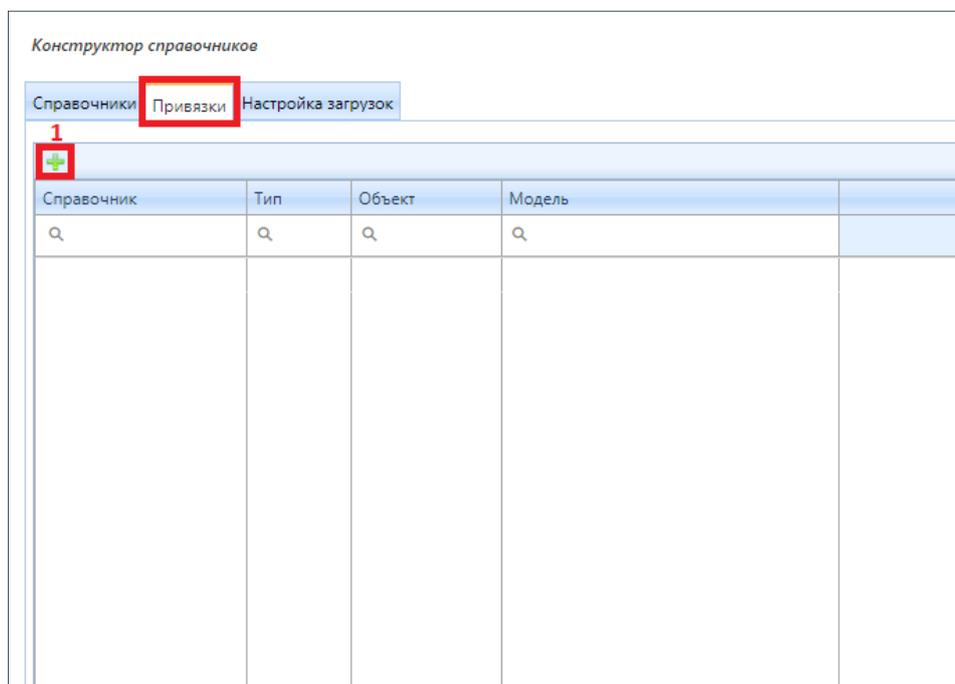

Рисунок 4.6.42 – Добавление справочника в перечень
Для настройки привязок к колонкам справочника необходимо перейти во вкладку «Привязки» и нажать на кнопку (1) (рис. 4.6.42) для добавления справочника в перечень (рис. 4.6.42).